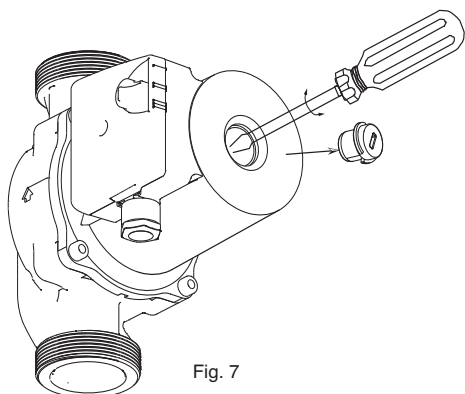

Fig. 7
- Demontera luftskruven och rotera axeln med en spårmejsel (**fig. 7**);